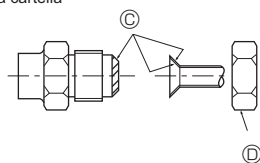

Fig. 4-1
### 4.2. Collegamento dei tubi (Fig. 4-1)
- Stendere uno strato sottile di oliorefrigerante sul tubo e collegare la superficie di appoggio prima di serrare il dado a cartella. Ⓐ (Fig.4-1)
- Serrare i raccordi dei tubi usando due chiavi. Ⓑ (Fig.4-1)
- Applicare olio adatto alle macchine di refrigerazione sull'intera superficie di alloggiamento svasata. Ⓒ (Fig.4-1)
- Utilizzare i dadi a cartella per le seguenti dimensioni di tubazioni. Ⓓ (Fig.4-1)
#### Ⓐ (Fig. 4-1)
#### Ⓑ (Fig. 4-1)